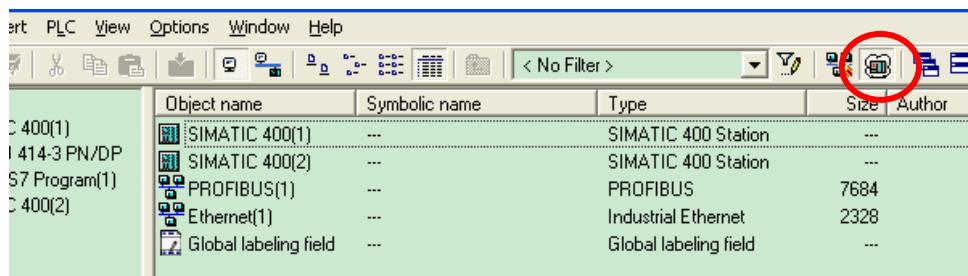

图 10—工具栏菜单栏启动仿真器 PLCSIM
- STEP7 SIMATIC Manager工具栏单击 图标，如图10